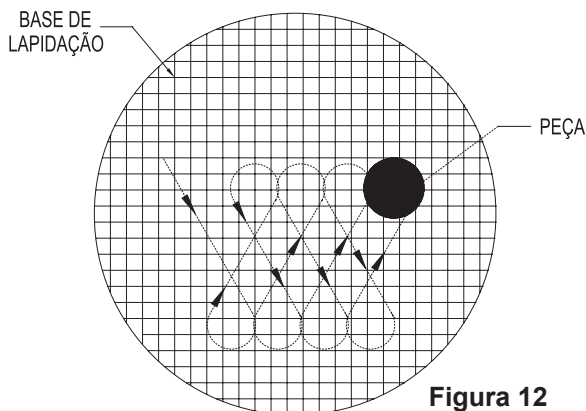

Figura 12
Las Válvulas modelo SV66H tienen sus superficies de sellado (tobera y disco) talladas a través de lapidora, lo que garantiza las mejores características de sellado. En los servicios de mantenimiento, si no dispone de lapidora, utilice un bloque de hierro fundido u otra superficie perfectamente plana (por ejemplo, vidrio), utilizando el método de lapidación convencional (Figura 12).
8.6.2 La válvula debe ajustarse para abrirse en la presión de ajuste en frío (AJ / F) (4.07), indicada en la placa de identificación de la válvula (Figura 12).